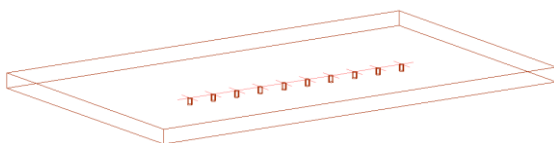

Рис. 5.33 Обработка по точкам с шагом
1. **Укажите базовую точку на объекте:** Указать базовую точку операции, см. рис. 5.33 а), стр. 193 . В базовой точке подсвечивается система координат операции.
3. Задать начальную точку обработки (точка задается как смещение от базовой точки операции) шаг обработки и количество обработки, см. рис. 5.33 а), стр. 193 диалоговое окно “Параметры”.
4. Задать тип и параметры обработки, см. рис. 5.33 а), стр. 193 диалоговое окно “Отверстие”, см. раздел 11.3.3, стр. 435.
Результат операции представлен на рис. 5.33 б), стр. 193.